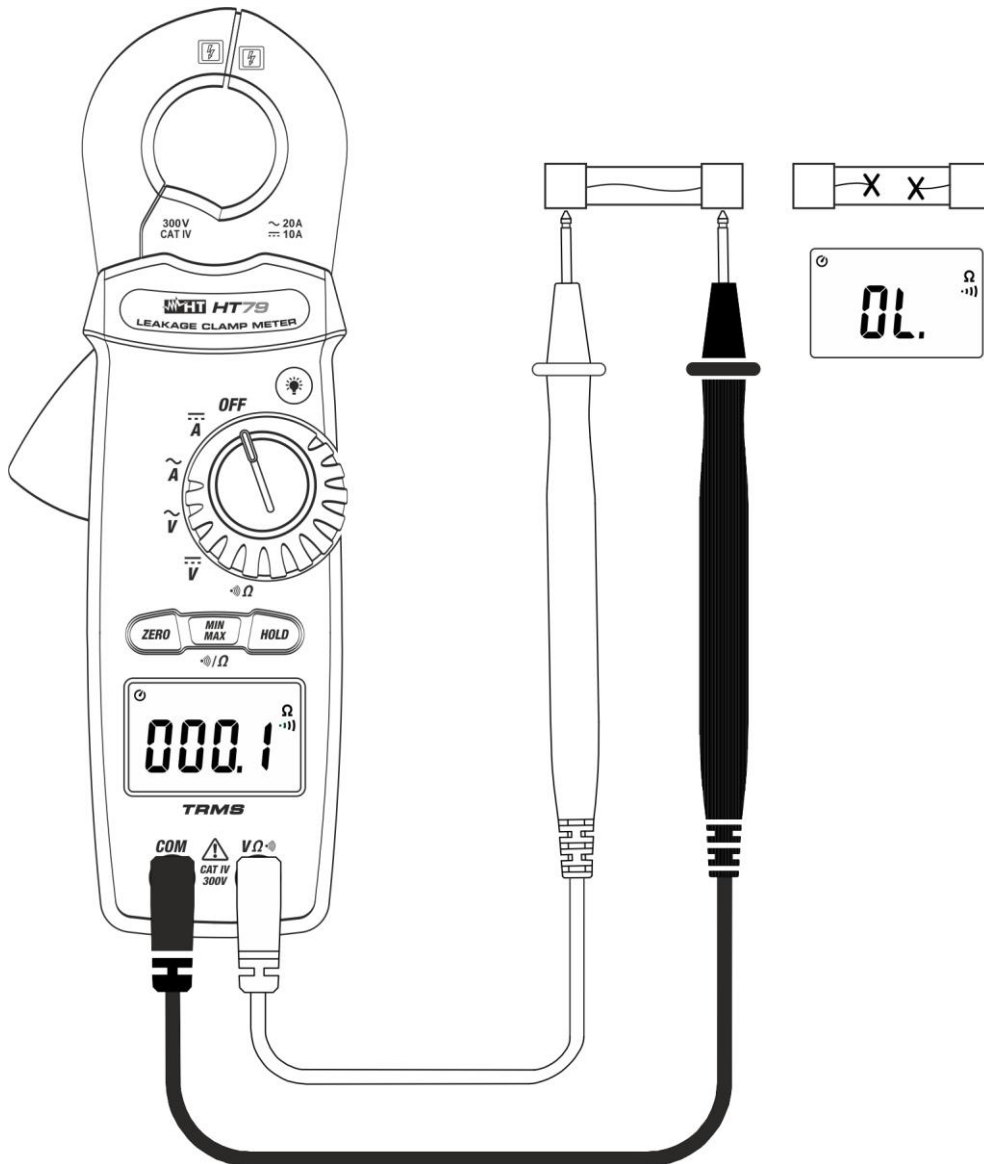

Fig. 7: Uso dello strumento per Test continuità
3. Inserire il cavo rosso nel terminale di ingresso **V Ω** e il cavo nero nel terminale di ingresso **COM** ed eseguire il test di continuità sull’oggetto in prova (vedere Fig. 7). Il cicalino emette un segnale acustico quando il valore della resistenza misurata è inferiore a circa 100 Ω